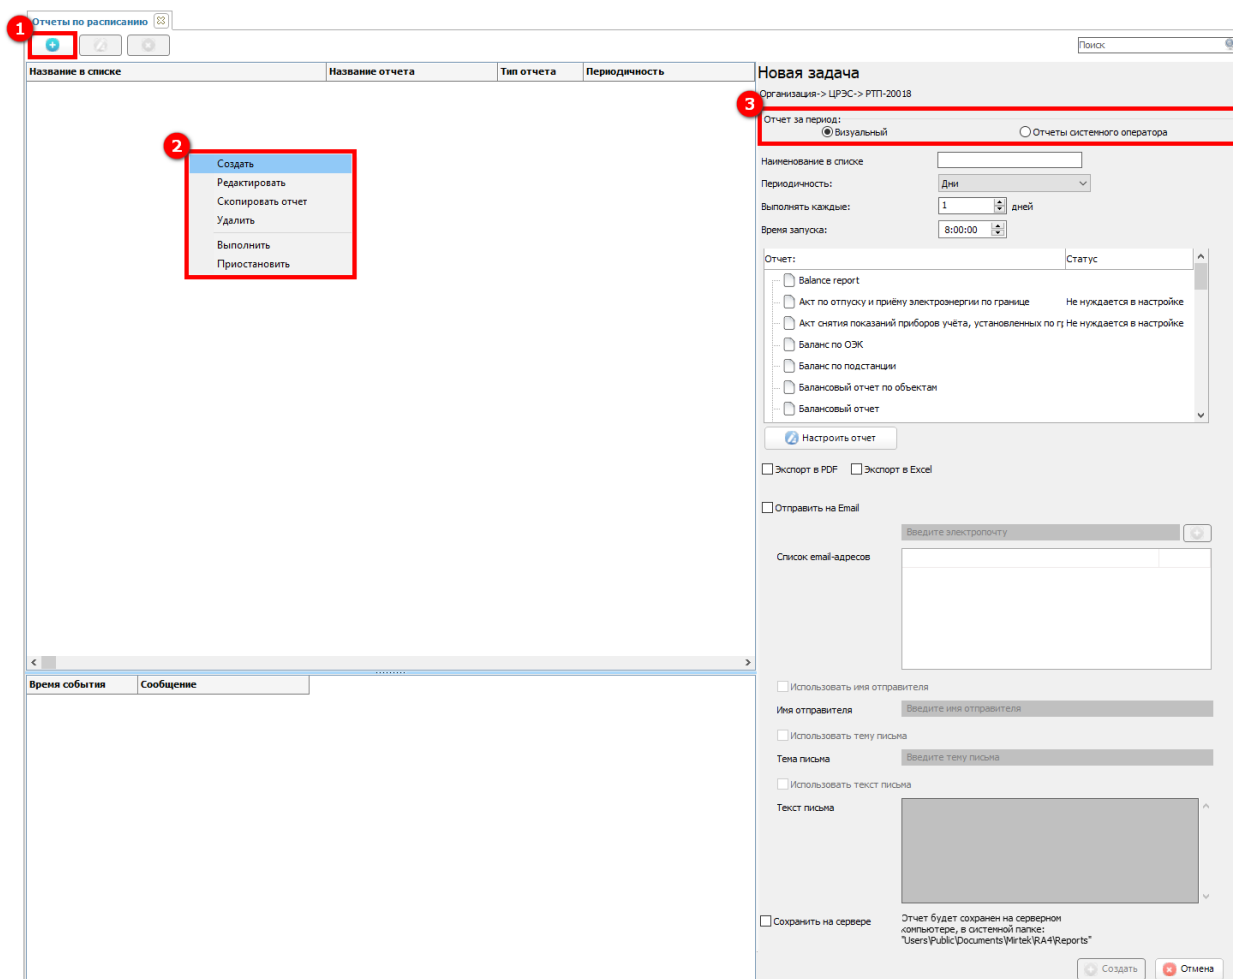

Рисунок 159 – Отчеты по расписанию – Создание новой задачи
Для настройки автоматического формирования отчетов необходимо в дереве **Объекты учета, Каналы связи, Адреса, Контрагенты** или в дереве **Питающие центры** выбрать либо группу учета, группу каналов связи, канал связи соответственно либо выбрать конкретное устройство. Далее с помощью кнопки создания, расположенной в левом верхнем углу вкладки (1) (см. рисунок 159), или при помощи контекстного меню (2) необходимо создать новую задачу по формированию отчета в автоматическом режиме. Далее в открывшемся окне создания новой задачи необходимо выбрать формат отчета (3) – **Визуальный** или **Отчеты системного оператора**.